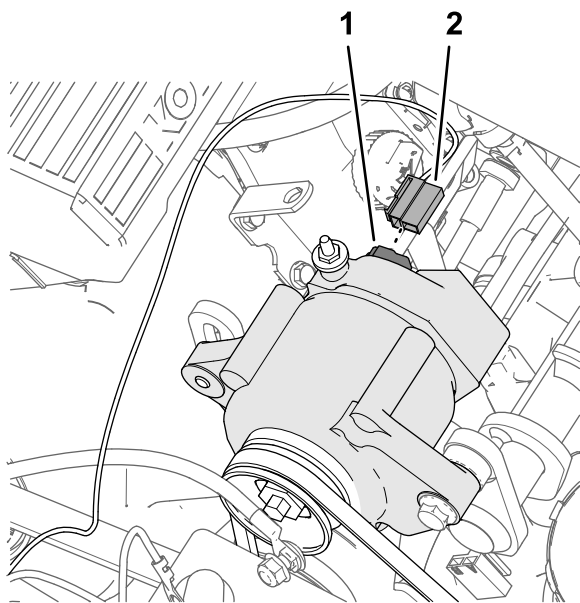

Figura 184
- Insira o conector de duas tomadas na extremidade do fio cor de rosa da cablagem do kit de 57 cm (Figura 184) no conector de dois pinos do alternador (50 A).